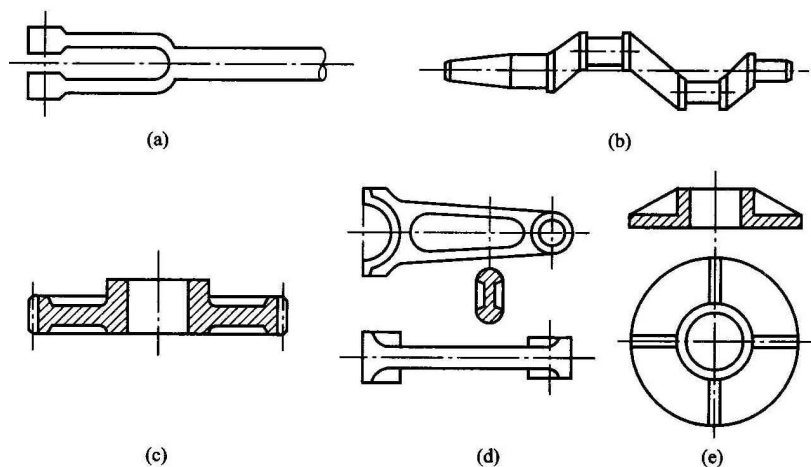

图 2-2-14 自由锻件结构示意图
17.指出下列自由锻件（如图 2-2-14 所示）结构工艺性的不合理处，并提出改进意见。